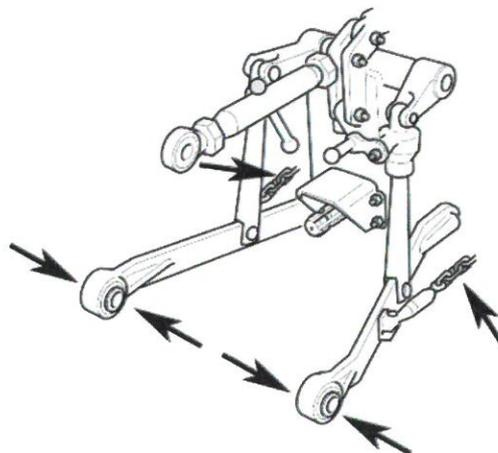

Bild 9: Fixierung der unteren Hydraulikarme
- Die Arme des Dreipunktsystems des Schleppers seitlich sichern. Hydraulikarme sollen so fixiert sein, dass die Maschine nicht quer schwingt (Bild 9).